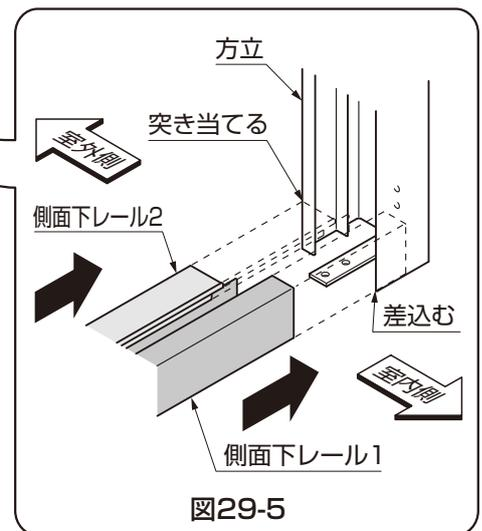

図29-5
- 側面下レール1は方立に差込むように、側面下レール2は方立に突き当たるようにしてください。(図29-5参照)
- ⑧側面下レール1と側面下レール2の端面が同じになるように下レール2を切断 (※2) してください。